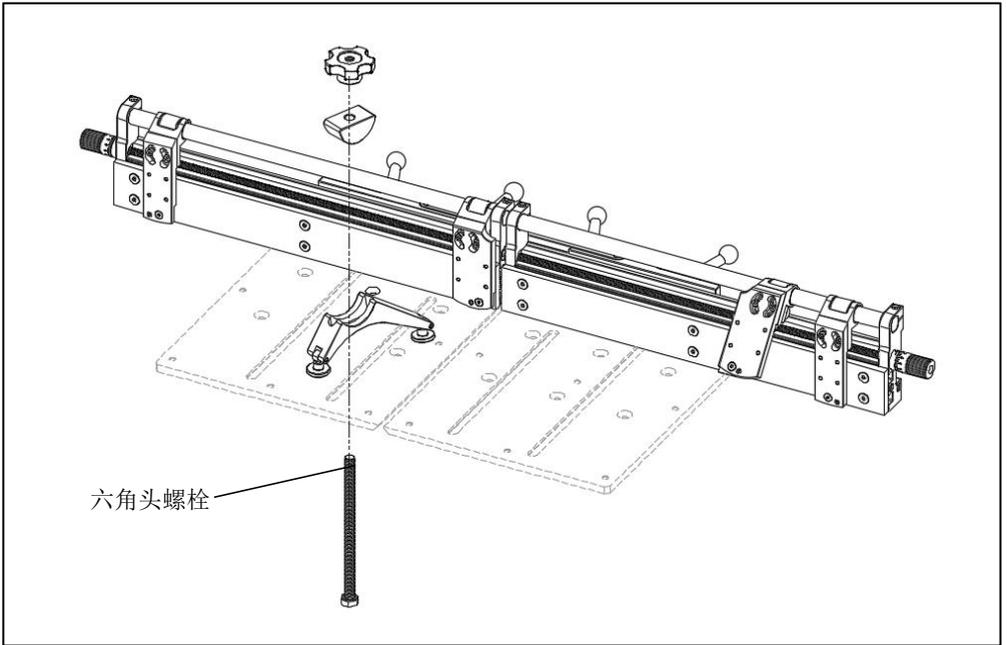

图 15
- 如图 15 所示，进行压紧器的安装，注意六角头螺栓头部需嵌入台板下方的凹槽内，且让开锯路。